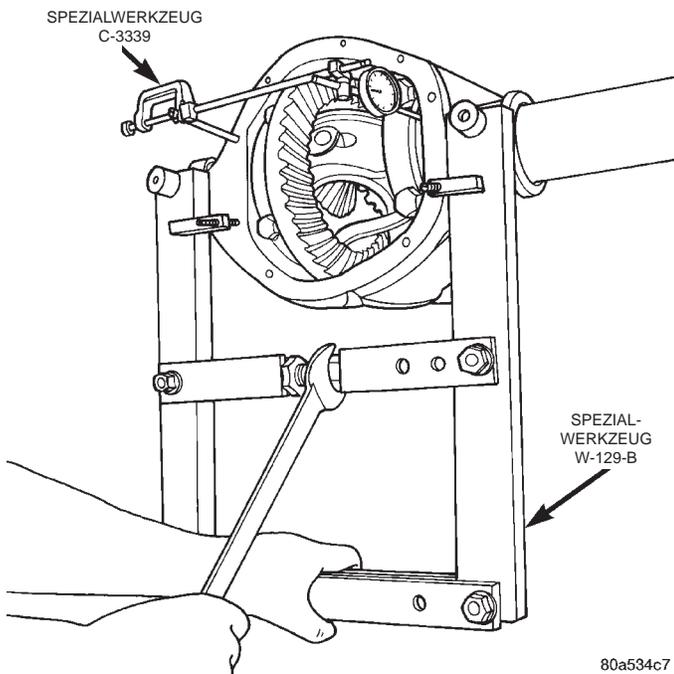
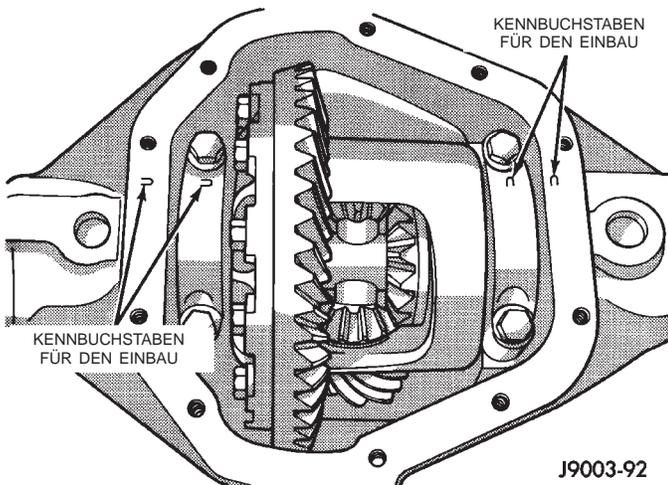

Abb. 26 Differentialgehäuse spreizen
Abb. 29 Kennzeichnung der Lagerdeckel
- (9) Das Gehäuse so weit spreizen, daß sich der Ausgleichkorb ausbauen läßt. Die Spreizung mit der Meßuhr kontrollieren (Abb. 26).
- (10) Die Meßuhr entfernen.
- (11) Ausgleichkorb in seiner Lage festhalten und die Schrauben lösen, mit denen die Lagerdeckel der Differentialallager am Gehäuse angeschraubt sind.
(3) Das Gehäuse so weit spreizen, daß sich der Ausgleichkorb einbauen läßt. Die Spreizung mit der Meßuhr kontrollieren (Abb. 26).
(4) Meßuhr abbauen.
(5) Ausgleichkorb und die Lagerschalen in das Gehäuse einbauen. Dabei die Lagerschalen der Differentiallager in ihren Positionen am Ausgleichkorb festhalten. Ggf. mit einem Kunststoffhammer vorsichtig auf den Ausgleichkorb klopfen, damit sich die Lager und Beilagen vollständig setzen.
(6) Die Lagerdeckel in ihren Originalpositionen wieder einbauen (Abb. 29).